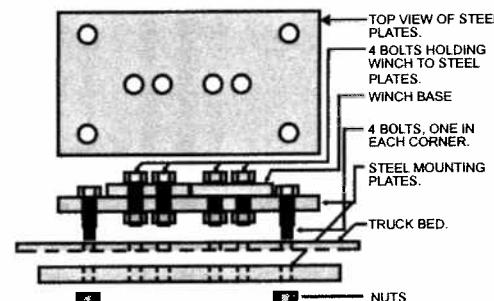

Figure 6
1. Utilisez deux plaques d'acier et percez huit trous de 10mm dans chaque plaque comme illustré par la figure 6.
1. Use two steel plates and drill eight 3/8" holes on each plate as shown in figure 6.
1. Bohren Sie acht 3/8"-Löcher in zwei Stahlplatten ein wie abgebildet in Abbildung 6.